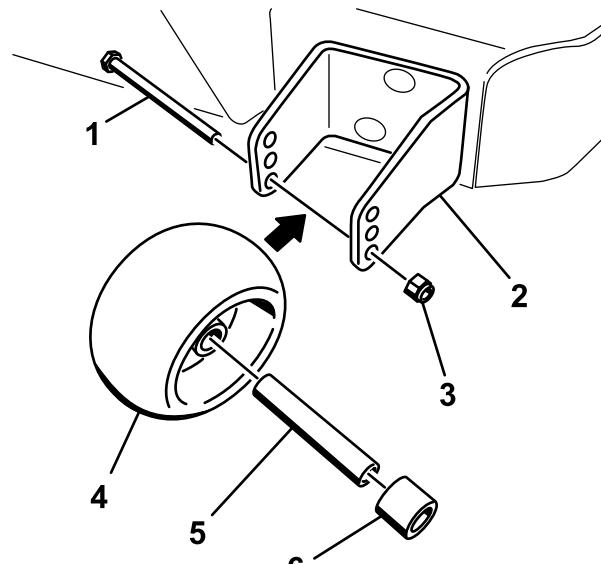

Figura 17
3. Despues de ajustar la altura de corte, ajuste los rodillos retirando la tuerca con arandela prensada, el casquillo, el espaciador y el perno (Figura 17).
5. Instale la tuerca con arandela prensada, el casquillo, el espaciador y el perno. Apriete a 54–61 Nm (Figura 17).